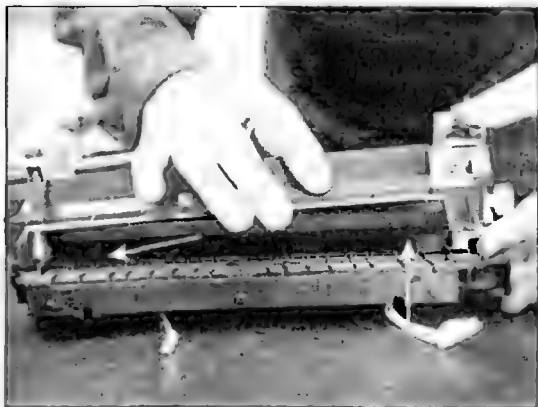

Рис. 6.11
- Приподняв левую часть крышки, сдвигают ее вправо и вынимают из посадочных мест (рис. 6.11).